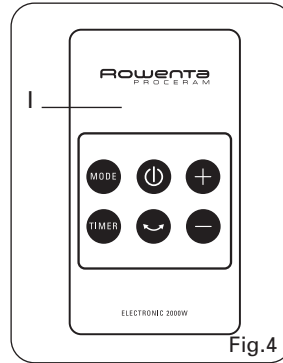

Fig.4
I. Télécommande (Fig.4)
I. Fernbedienung (Fig.4)
I. Remote control (Fig.4)
I. Mando a distancia (Fig.4)
I. Telecomando (Fig.4)